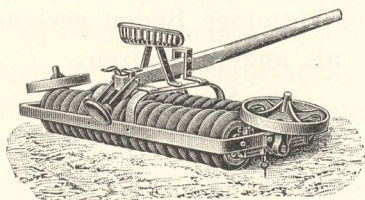

Fig. 797. Doppelte Ringelwalze von Groß & Co.
a) **Ringelwalzen** (Fig. 797) bestehen aus einer Anzahl scheibenförmiger Ringe, die auf einer Welle sitzen, so daß sie sich selbsttätig reinigen. Wenn man zwei Walzen hintereinander in einem gemeinschaftlichen Holzgestell oder in einem Eisenrahmen vereinigt, dann greifen beide Walzen mit ihren im Querschnitt dreiseitigen Scheiben so ineinander ein, daß die eine Walze die anhaftende Erde der anderen entfernt (*Doppelringelwalzen*).